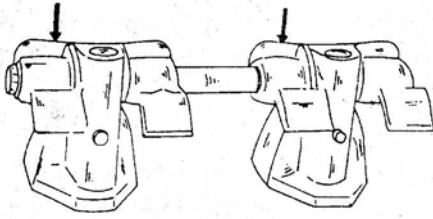

Рис. 293. Крепление проволочных скоб на опорах рычагов коромысел.
- Снять проволочные скобы с опор рычагов коромысел (рисунок 293).